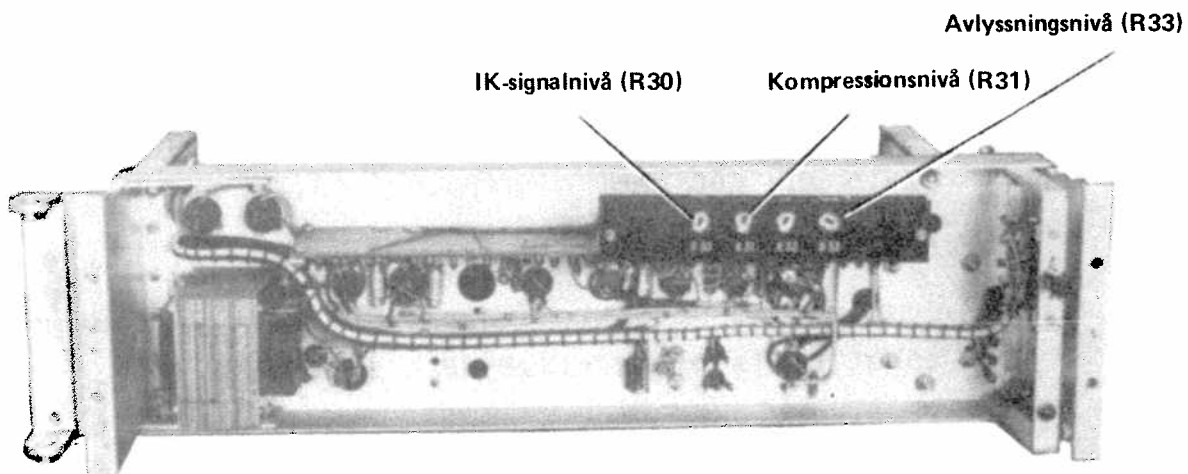

Bild 10. Förstärkare F1281-901093 (frontplåten borttagen)
- Justera med potentiometern R30 så att nivån blir $-18,5 \text{ dBu}$, se bild 10.